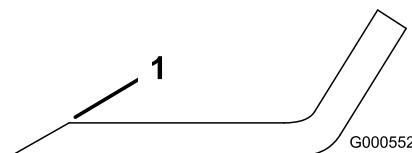

Figura 48
1. Utilice una lima para afilar el filo de corte en ambos extremos de la cuchilla (Figura 48).
Nota: Si la cuchilla no está equilibrada, rebaje algo el metal en la parte de la vela solamente con una lima (Figura 48).